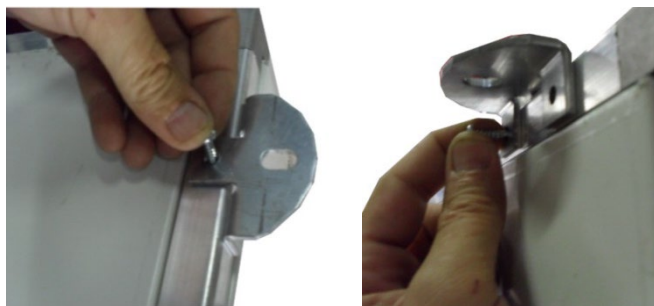

Figura 1 - Fijación de los soportes suministrados
- Posicionar los soportes y fijarlos al marco de aluminio de la unidad con los tornillos autoperforantes suministrados, utilizando un taladro atornillador (véase Figura 1).